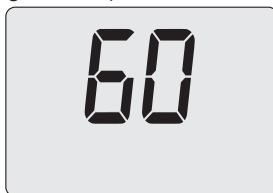

Figura 5.49
- Premendo il tasto 17 (Figura 5.46) sul display LCD appare il valore del parametro P03 (Figura 5.49).